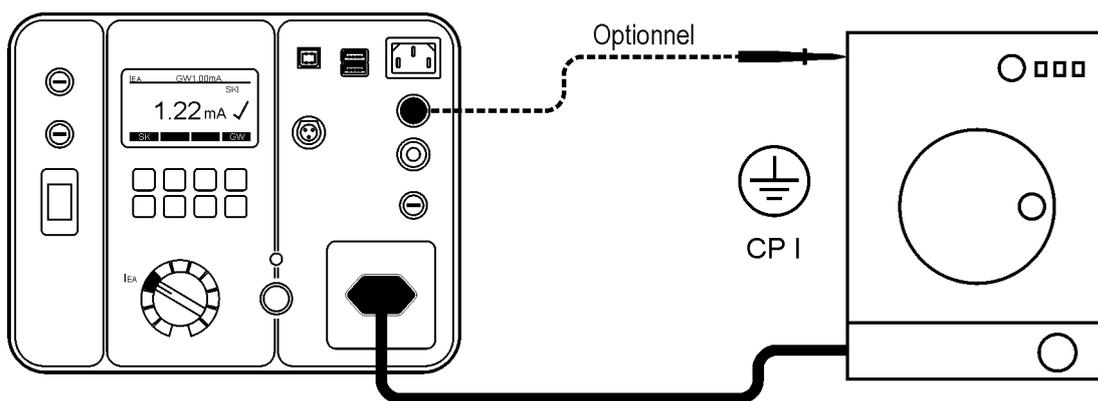

Figure 17: Connexion pour le test du courant de fuite suppléant sur les appareils CP I
- Branchez l'appareil et la sonde de test d'après la figure 17 ou 18. Votre choix dépend de la classe de protection de l'appareil.